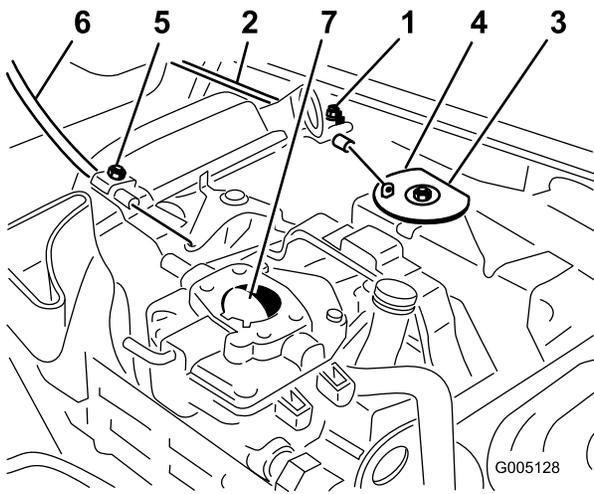

Bild 48
1. Lockern Sie die Klemmschraube des Bowdenzugs, mit der dieser am Motor befestigt ist (Bild 48).
- Ziehen Sie fest am Bowdenzug, bis die Rückseite der Schwenkplatte den Anschlag berührt (Bild 48).
- Lockern Sie die Klemmschraube des Bowdenzugs, mit der dieser am Motor befestigt ist (Bild 48).
- Ziehen Sie fest am Chokezug, bis die Choke-Drosselklappe ganz geschlossen ist; ziehen Sie dann die Klemmschraube des Chokezugs fest (Bild 48).